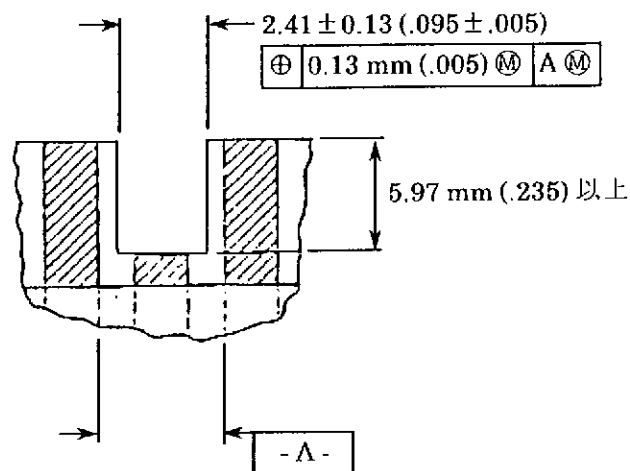

Fig. 4
- (3) 導体インク・ケーブルや回路導体でカバーレイのないものは勿論被覆むきする必要はありません。
- (4) コネクタ・キャビティに極性用プラグが挿入されて使用する時には、ケーブル又は回路導体には Fig. 4 に示す切欠きを作らねばならない。